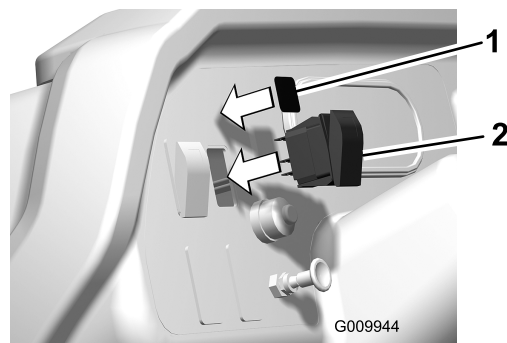

Figura 21
4. Individuate il cablaggio preassemblato col connettore del circuito di ritorno sotto il cruscotto (Figura 21).
6. Inserite l'adattatore di cablaggio nel relativo connettore e nell'interruttore (Figura 21).